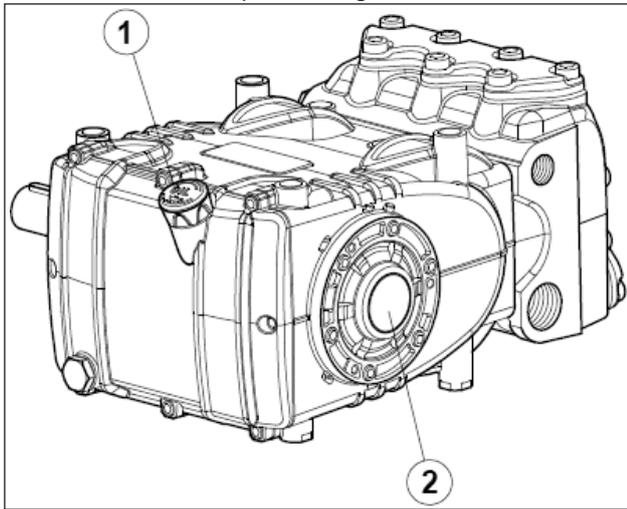

Fig. 15
- O óleo no cárter da bomba está no nível, verificando com a respectiva vareta (pos. ①, Fig. 15) e excepcionalmente com a abertura de nível (pos. ②, Fig. 15).